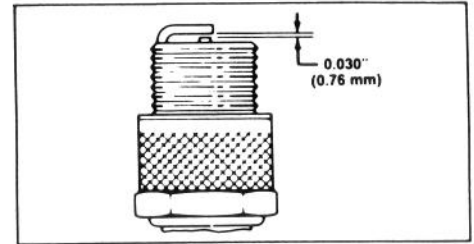

Figure 32
3. Réglez l'écartement des électrodes de la bougie neuve à 0.030" (0.76 mm) (Fig. 32). Posez ensuite la bougie dans la culasse. Serrez-la à 15 lb/pi. (20.4 N° m). Si vous ne vous servez pas d'une clé dynamométrique, serrez-la fermement.